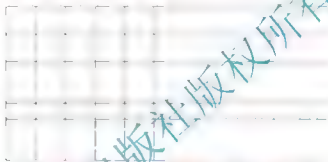

图 2.27 【偏移】命令生成②~⑥轴线
① 在指定偏移距离或 [通过(T)/删除(E)/图层(L)] 通过 : 提示下,输入①轴线和②轴线之间的距离“3900”后按 Enter 键。
② 在选择要偏移的对象,或 [退出(F)/放弃(U)] 退出 : 提示下,单击①轴线,此时①轴线变虚。
③ 在指定要偏移的那一侧上的点,或 [退出(F)/多个(M)/放弃(U)] 退出 : 提示下,单击①轴线右侧的任意位置,则生成②轴线。
④ 在选择要偏移的对象,或 [退出(F)/放弃(U)] 退出 : 提示下,单击②轴线,此时②轴线变虚。
⑤ 在指定要偏移的那一侧上的点,或 [退出(F)/多个(M)/放弃(U)] 退出 : 提示下,单击②轴线右侧的任意位置,则生成③轴线。重复①~⑤步操作生成④、⑤、⑥轴线后按 Enter 键结束命令,结果如图 2.27 所示。